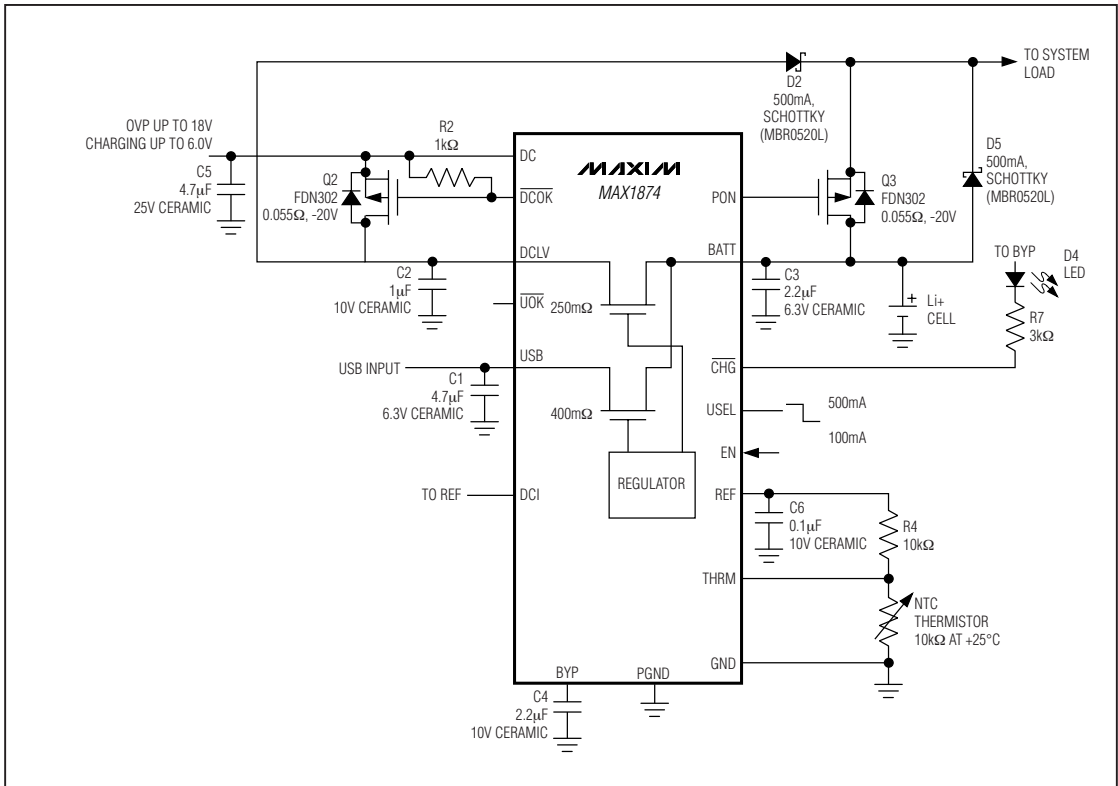

图5. 部分地电池—负载开关电路，AC适配器电源与系统负载直通，而USB电源与系统负载间没有通路。当连接了USB电源时，USB电流受USEL的设置限制，电池通过D5为系统供电。
一种部分地电池—负载开关方案是将 AC 适配器 (DC) 直接连接到负载，而不是 USB 电源 (图 5)。这种方案在 USB 电源不足以支撑既为系统供电、又为电池充电的情况下非常有用。当使用 DC 供电后，D2 提供与系统负载的直接连接，Q3 负责断开电池。电池在充电过程中不向负载供电。如果只连接了 USB，USB 和系统之间没有通路。电池从 BATT 输出充电，同时还通过 D5 为系统供电。如果系统负载超过了充电器从 USB 获得的电流 (500mA 或 100mA)，电池仍将放电。此外，如果系统负载不允许 BATT 电流降至表 2 列出的 USB 电池满充电流门限以下， $\overline{\text{CHG}}$ 引脚不会变高指示电池已充满。